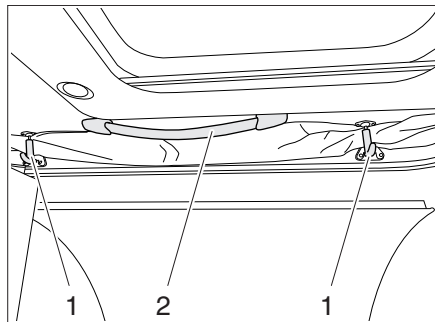

Fig. 49 Toit télescopique
- Desserrer les sécurités (Fig. 49,1) d'une légère traction.
- Pousser le toit télescopique vers le haut à l'aide des poignées (Fig. 49,2).
- Tirer le toit télescopique vers le bas à l'aide des poignées (Fig. 49,2).
- Tirer les sécurités (Fig. 49,1) légèrement vers le bas et les raccrocher.